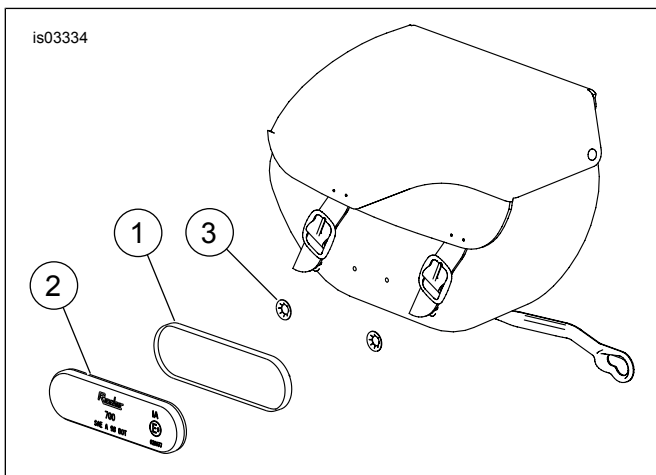

Figura 6. Installa r-rifletturi
1. Ara Figura 6 . Daħħal il-muntatur tar-riflettur (1) fil-post fiċ-ċentru tas-saddlebag.